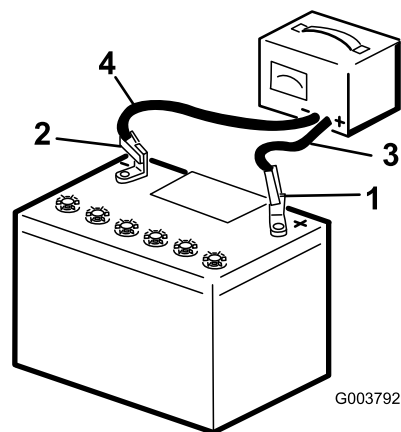

Figura 39
- Caricate la batteria per 10 o 15 minuti a 25 – 30 A o 30 minuti a 4 – 6 A (Figura 39). Non sovraccaricate.
- Quando la batteria è completamente carica, staccate il caricabatterie dalla presa elettrica e scollegate i cavi di ricarica dai poli della batteria (Figura 39).